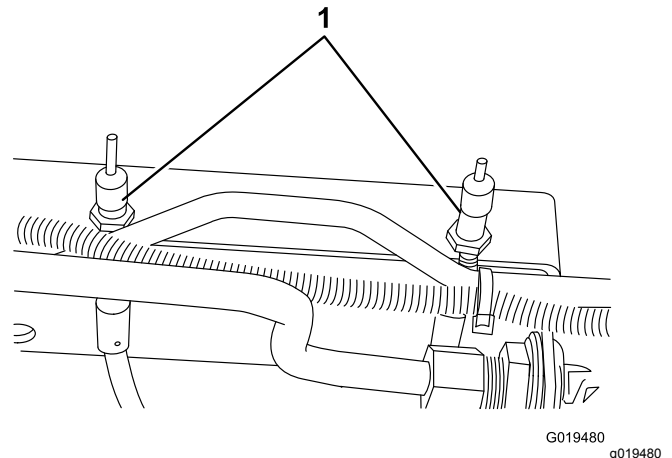

Bild 70
2. Ziehen Sie zum Reduzieren des Spiels der Bremspedale die Bremsen fester – lockern Sie dazu die vordere Mutter am Gewindeende des Bremszugs (Bild 70). Ziehen Sie dann die hintere Mutter fest, um den Zug nach hinten zu bewegen, bis die Bremspedale ein Spiel zwischen 1,2-2,5 cm aufweisen. Ziehen Sie die vordere Mutter fest, wenn die Bremsen einwandfrei eingestellt sind.